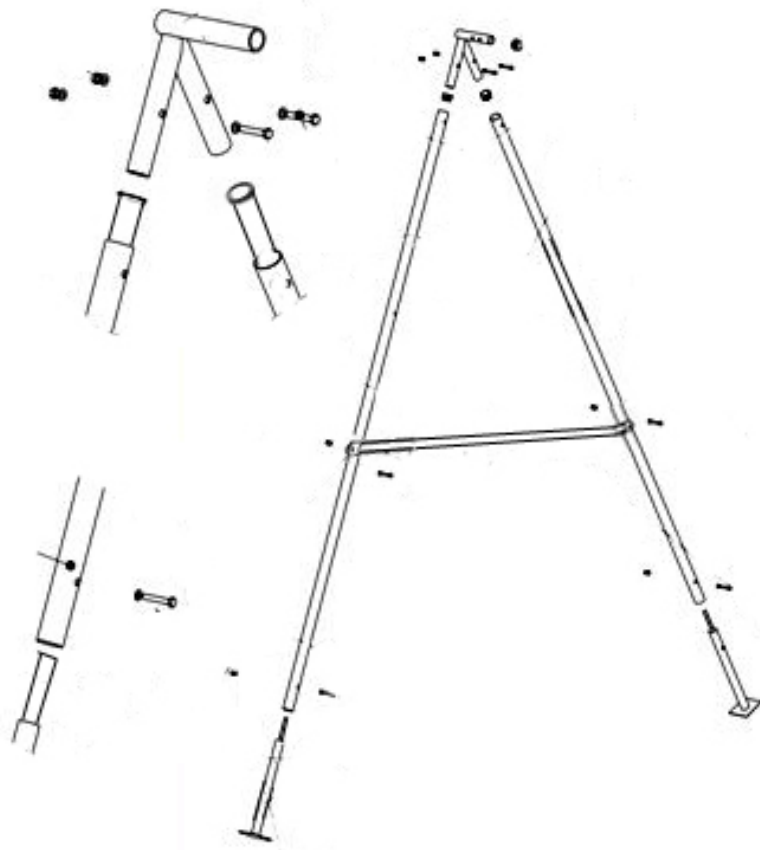

Рис. 1
4.2.1. Собрать две А-образные опоры из двух стоек, с помощью болтов и шайб. Присоединить к стойкам опоры и стойки фундаментные с помощью болтов и шайб. **Рис. 1.**